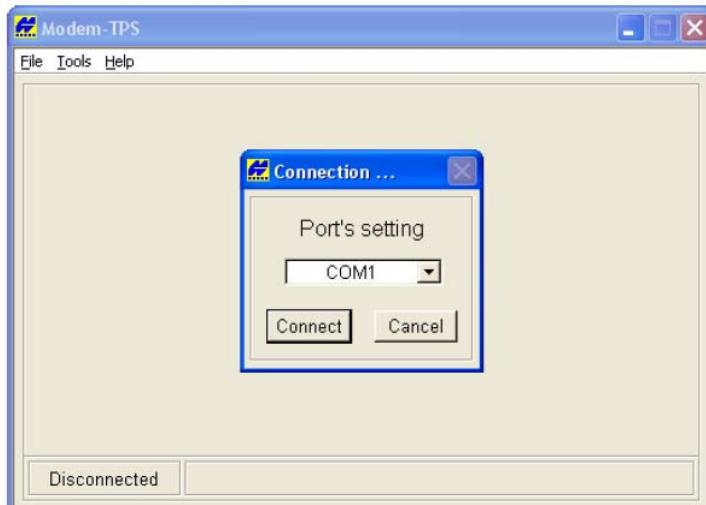

Рисунок 3-1. Подключение Modem-TPS
2. Запустите программу Modem-TPS и выберите последовательный (COM) порт подключения приемника (см. рис. 3-1). Щелкните на кнопке *Connect* (*Соединить*).